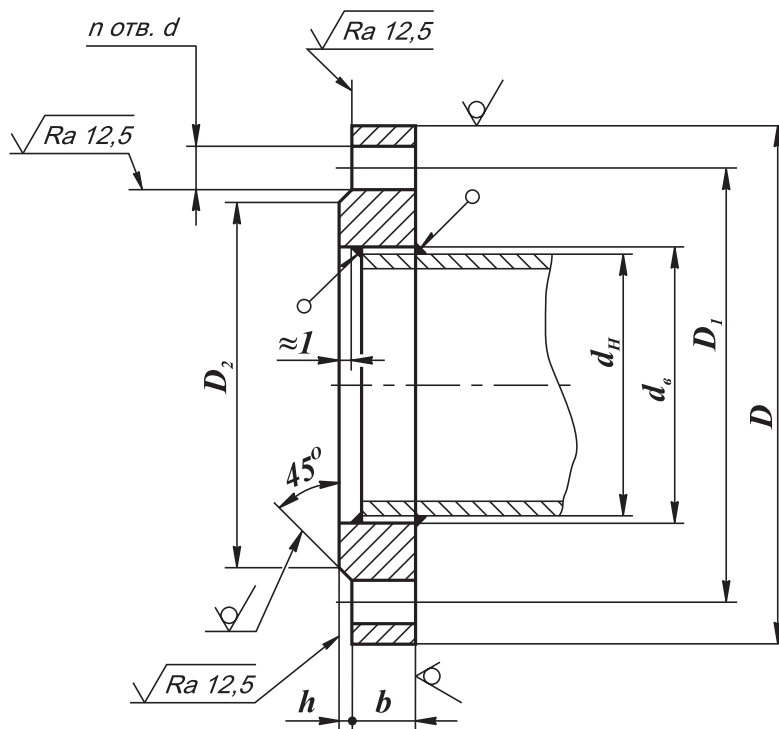

Рис. 13-1. Ответные фланцы по ГОСТ 12820-80
Размеры ответных фланцев с соединительным выступом приведены на рис.13-1.
8. Для уплотнения резьбы в месте соединения корпуса клапана с трубопроводом рекомендуется применять ленту фторопластовую ФУМ или аналогичный уплотняющий материал. Для уплотнения фланцевого соединения корпуса клапана с трубопроводом рекомендуется применять кольцо уплотнительное по ГОСТ 9833 или прокладку из паронита по ГОСТ 15180. Ответные фланцы - стальные приварные по ГОСТ 12820-80 (Рис. 13-1).